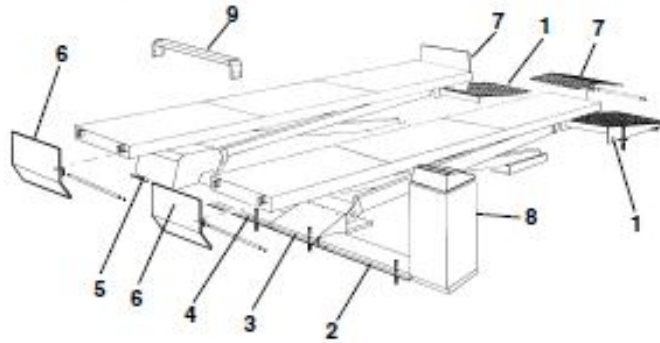

Fig. 34
Ref. Fig. 34. Position the run-up ramps (1) and, using the holes on the brackets as templates, drill to a depth of 80 mm using a 12 mm drill. Fit the anchors provided and tighten well.
Ref. Fig. 34 - Fit the stops (7-6).
См. Рис. 34. Установите въездные платформы (1) и, воспользовавшись отверстиями в крепёжных скобах как шаблоном, просверлите отверстия на глубину 80 мм с помощью 12 мм сверла. Вставьте поставляемые в комплекте анкерные болты и крепко закрутите.
См. Рис. 34 – Установите ограничители (7-6).